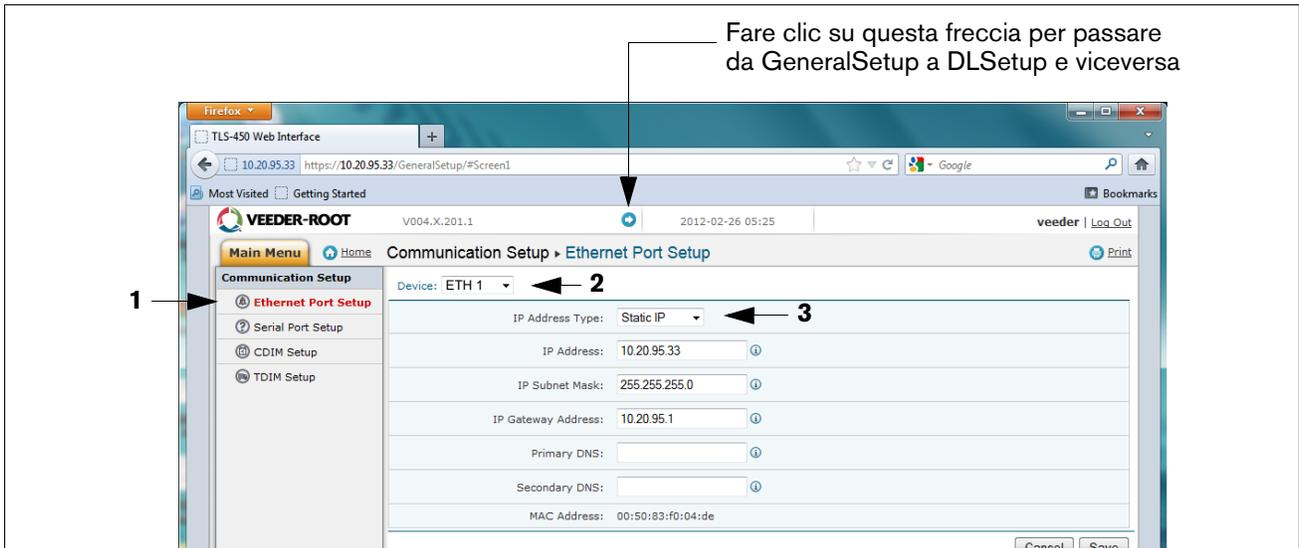

Figura A-4. Setup porta Ethernet
NOTA: il Datalogger esegue due applicazioni contemporaneamente: una programma i protocolli di comunicazione generali (GeneralSetup), l'altra programma il modo in cui Datalogger raccoglie le informazioni (DLSetup). Premendo la freccia blu nella parte superiore centrale della schermata si passa da un programma all'altro (vedere la Figura A-4). Dopo aver immesso le selezioni/modifiche ai campi di ciascuna pagina, fare clic sul pulsante Salva per salvare le voci o su Cancella per eliminarle. Le schermate di programmazione utilizzate per configurare il Datalogger sono elencate in Tabella A-1.
- Nella pagina "Setup comunicazione" (vedere la Figura A-4), fare clic su "Setup porta Ethernet" (1) e selezionare Tipo dispositivo "ETH 1" (2) dal menu a discesa. Nel campo Tipo indirizzo IP (3):
Se il sito utilizza un indirizzo IP statico, selezionare "IP statico" e immettere l'indirizzo IP assegnato dall'amministratore di rete. Una volta completato, fare clic sul pulsante "Salva" per mantenere queste impostazioni (vedere l'esempio nella Figura A-4).